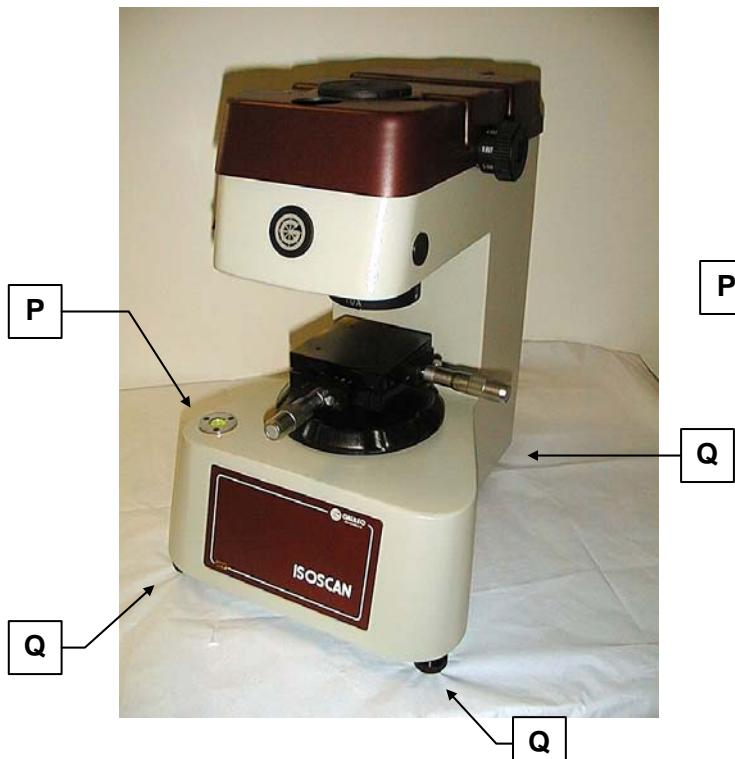

Рис. 11.9
- сферическим спиртовым уровнем (**P** на Рис. 11-9)
- тремя поддерживающими регулируемыми ножками, называемыми опускающие винты (**Q** in Рис. 11-9)